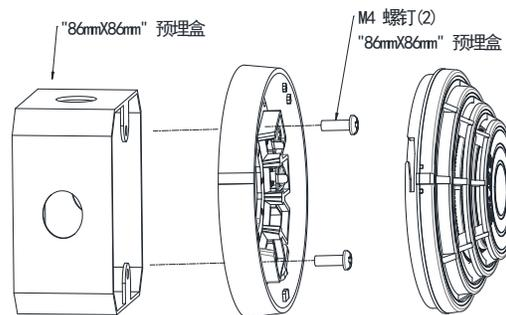

图 1. FW500 底座安装
1. 如图 1 所示, 将 FW500 底座安装在预埋盒上。安装孔距如图二所示。